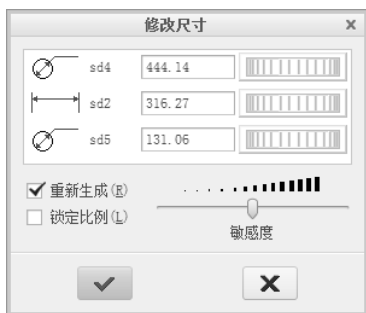
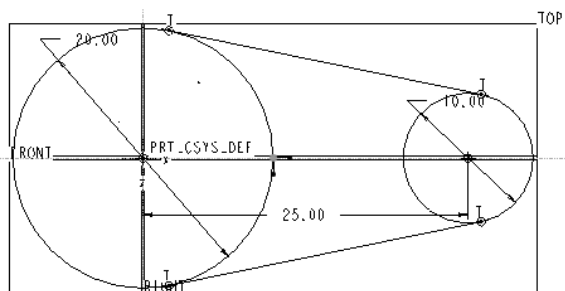

图 3.21 【修改尺寸】对话框
图 3.22 修改尺寸后的结果
(7) 单击【修改】操控板中的修改尺寸按钮，按下 Ctrl 键，分别选取三个尺寸，在弹出的【修改尺寸】对话框（如图 3.21 所示）的文本框中输入新的尺寸值，修改后的结果如图 3.22 所示。